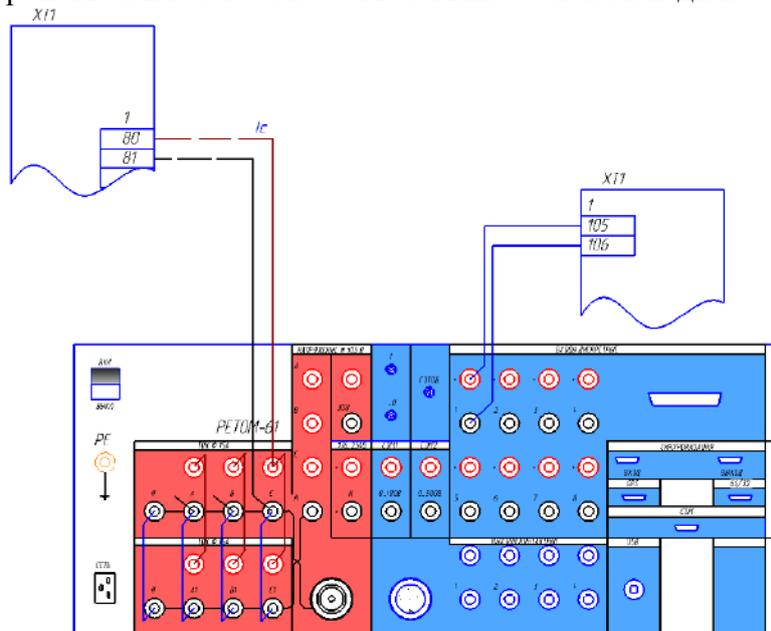

Рисунок 4.8 – Схема подключения токовых и дискретных цепей РЕТОМ–61 к блоку Серват
11. Произвести проверку действия терминала по введенным уставкам защит. Для этого подключить устройство РЕТОМ–61 в соответствии со схемой подключения (рис. 4.8).